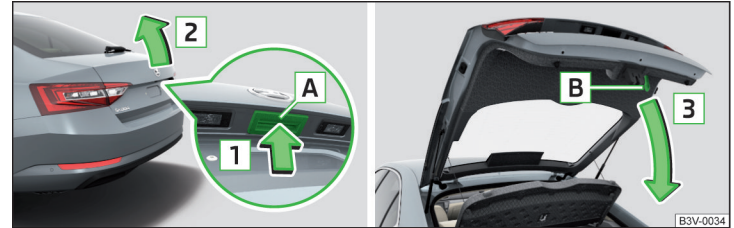

Abb. 58 Gepäckraumklappe öffnen/schließen
- Zum **Öffnen** die Taste **A** in Pfeilrichtung **1** drücken » Abb. 58.
Die Taste **A** » Abb. 58 wird beim Anfahren bzw. ab einer Geschwindigkeit von mehr als 5 km/h deaktiviert. Nach dem Anhalten und Öffnen einer Tür wird die Taste wieder aktiviert.
- Die Taste **A** » Abb. 58 auf Seite 70 wird beim Anfahren bzw. ab einer Geschwindigkeit von mehr als 5 km/h deaktiviert. Nach dem Anhalten und Öffnen einer Tür wird die Taste wieder aktiviert.